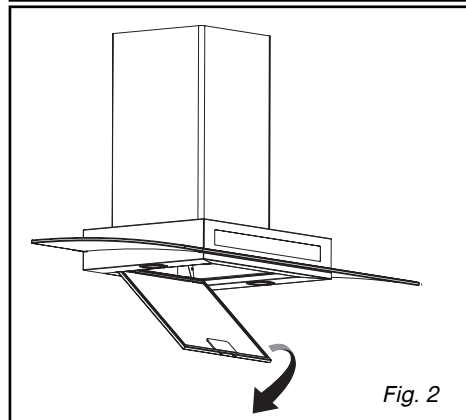

Fig. 2
- Capovolgere il filtro cassetta verso il basso (Fig.2).